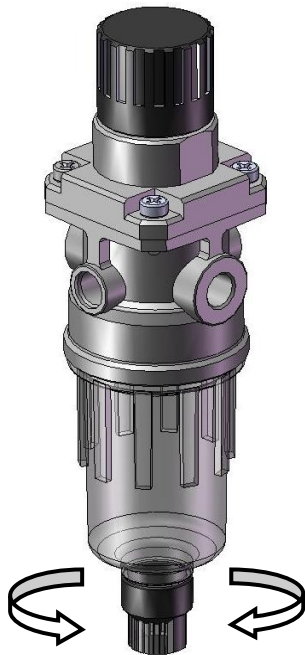

Рисунок 8.6.1.
- клапан фільтру повернути згідно Рисунок 8.6.1.